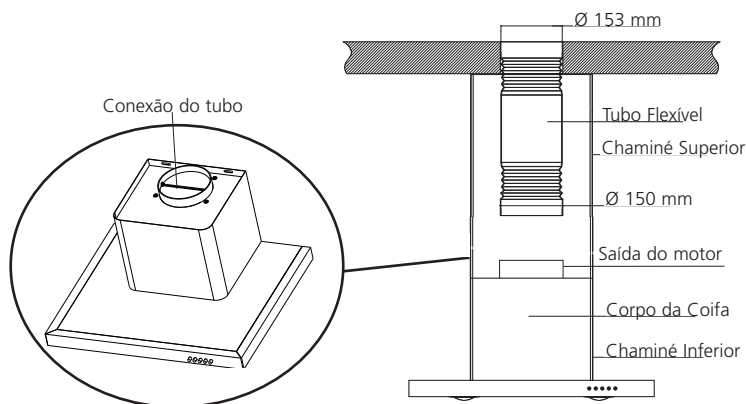

Fig. 9
- Encaixar o tubo flexível na saída do motor, pressionar até o seu perfeito encaixe [Fig. 9], após colocar a abraçadeira de nylon que acompanha o produto.